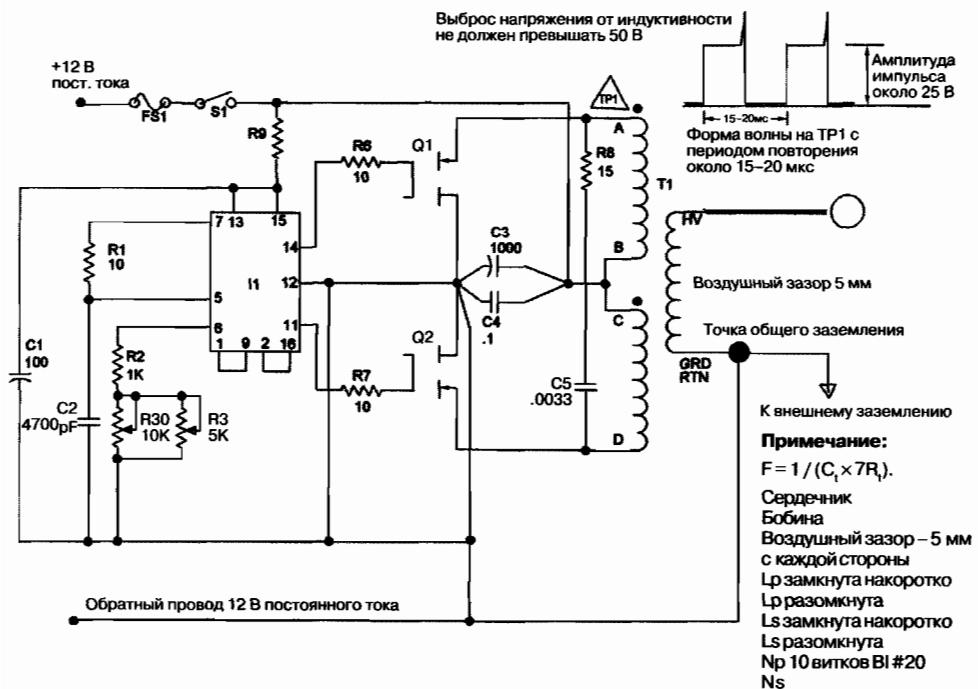

Рис. 17.2. Принципиальная схема устройства
Как показано на рис. 17.2, первичная обмотка трансформатора T1 подключена к истоковым выводам двух металл-оксид-полупроводниковым полевым транзисторам n-типа (MOSFET) Q1 и Q2, соединенных в двухтактную схему. Такое подключение использует полный потенциал сердечника строчного трансформатора и уменьшает электрическую нагрузку на MOSFET, поскольку они работают в ненагруженном режиме, оставаясь холодными даже при входном токе 5–7 А. Запускающая схема II вырабатывает дополнительные выходные сигналы со смещением фазы на 180° и встроенной задержкой. Частота регулируется с помощью переменного сопротивления R30 и сопротивления регулировки диапазона R3. Регулировка резистором R3 позволяет сделать устройство универсальным – работать в широком диапазоне частот, когда нужно вывести T1 из резонансного режима, чтобы он мог быть первой ступенью умножителя напряжения и образовывал регулируемый высоковольтный источник постоянного напряжения.
- Продолжайте увеличивать R3, отметьте резкое увеличение тока (около 7 А) и реакцию на выходе. Нужно немедленно выключить устройство, поскольку в этом режиме без достаточной нагрузки (например, неоновой лампы или флуоресцентной трубки) может быть повреждена катушка. Если у вас есть осциллограф, вы можете закоротить выход T1 на землю и наблюдать тестовые формы сигналов (см. рис. 17.2). Это подтверждает правильную работу устройства. Имейте в виду, что трансформатор спроектирован таким образом, что режим переключения полевых транзисторов MOSFET может происходить даже при закороченном выходе.